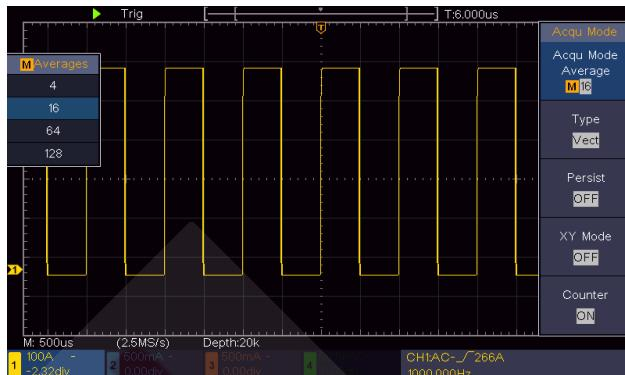

Рисунок 6.5. Подавление шума с помощью функции усреднения **Average**
- 3) Наблюдайте осциллограмму, поворачивая регулятор **M** и с его помощью меняя число усреднений (см. рисунок 6.5). Вы увидите сильно снизившийся уровень случайного шума, что упростит наблюдение деталей самого сигнала. После применения функции усреднения пользователь сможет легко обнаружить неровности на нарастающих и ниспадающих фронтах в определенной части сигнала (см. рисунок 6-5).